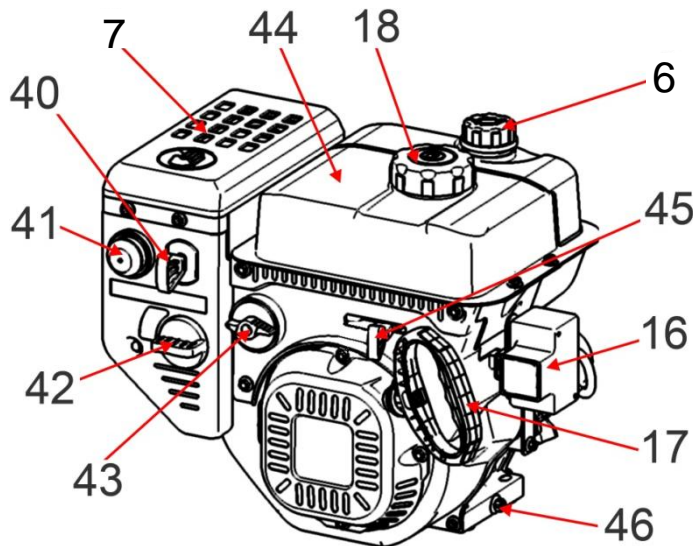

Рис. 11
- Откройте крышку (6). Крышка имеет встроенный щуп уровня масла.
- Снова выньте щуп – и на нем останется метка уровня масла. Если уровень масла меньше нижней линии (L) на щупе, долейте масло до отметки МАКСИМУМ (символ «Н») на щупе.
- Для слива отработанного масла, очистите поверхность около сливной пробки (46)(См. Рис.11).
Органы управления двигателя (См. Рис.11)
- Установите рычаг крана подачи топлива (43)(См. Рис.11) в положение «Открыто» (ON).
- Поставьте рычаг привода воздушной заслонки (42)(См. Рис. 11) в следующее положение:
- Для электрического запуска «с ключа», вставьте ключ в замок электростартера (16)(См. Рис.11; 12).
- «**ВКЛ**» (ON). Зажигание включено. Двигатель можно запускать ручным стартером.
- 4.3.1. Откройте топливный кран (43)(См. Рис.11).
- 4.3.2. Закройте воздушную заслонку карбюратора (42)(См. Рис.11).
- 4.3.4. Возьмите крепко в руки пусковую рукоятку (17)(См. Рис.11). Крепко удерживая ее в руках, плавно потяните шнур стартера, пока барабан стартера не войдет в зацепление с собачками храпового механизма.
- После запуска двигателя полностью откройте воздушную заслонку карбюратора (42)(См. Рис.11).
- Установите рычаг управления оборотами двигателя (дроссельной заслонки) (45)(См. Рис.11) в положение «Черепаша» (вправо).
- Установите кран подачи топлива (43)(См. Рис.11) в положение «ВЫКЛ» (OFF).